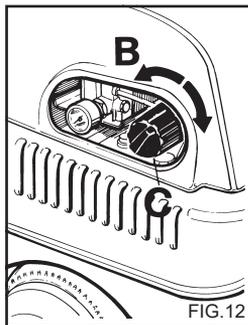

FIG.12
Tässä kappaleessa käsitellään vain niitä malleja, jotka on varustettu "paineensäädin" laitteella. Paineensäätimellä, fig. 12, käyttäjä voi säätää työpainetta. Kun nuppi C on käännetty vastapäivään (B) (minimi), toimintapaine vähenee.